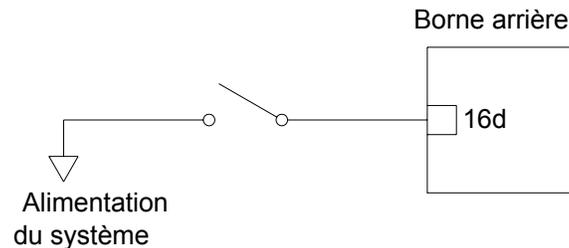

Figure 33 – Connexions du commutateur pour la fonctionnalité Test de carte
La Figure 33 est un bloc de dérivation qui illustre les raccordements du commutateur pour la fonctionnalité **Test de carte**.
- Les entrées de Carte test sont composées d'une terminaison simple pour la vérification à distance des fonctions du modèle TA102A. Pour des informations détaillées sur la Carte test, reportez-vous à la Figure 33.